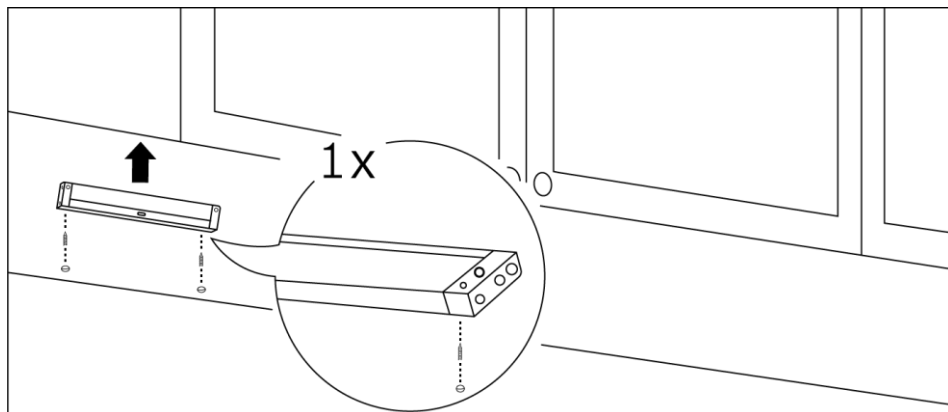

Figura.1 Instalación con tornillos
1. Use tornillos o pegatinas adhesivas de doble cara de 3M para fijar las luces al lugar de instalación (vea la Figura 1).